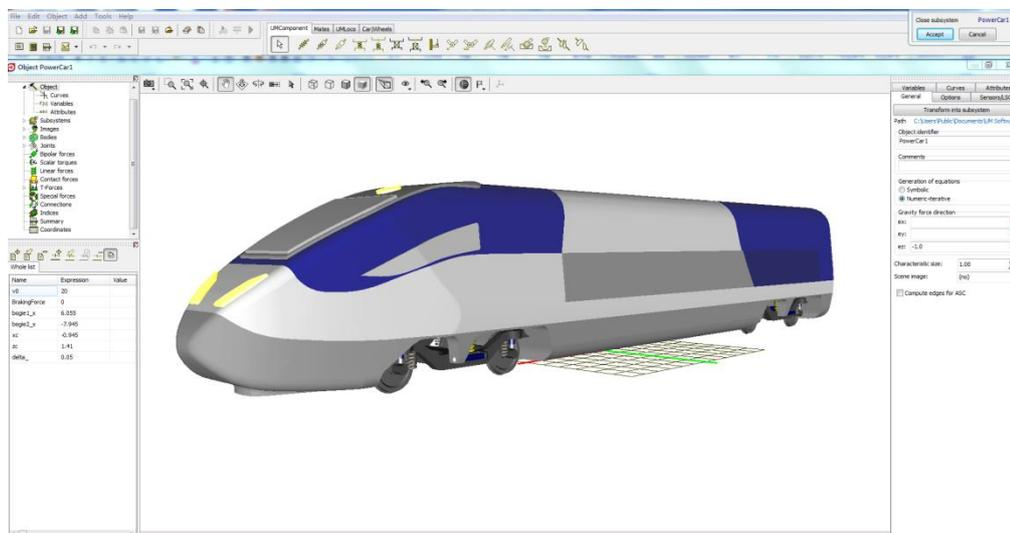

图 018-1 GTV 头车子系统
1、运行 **UM Input**，打开 **Samples** 里的 **TGV_KTX** 模型，进入 **PowerCar1** 子系统，如图 018-1。